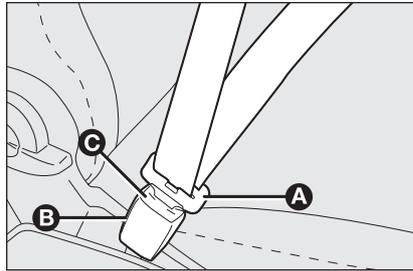

fig. 1
Per allacciare le cinture, impugnare la linguetta di aggancio **A**-fig. 1 ed inserirla nella sede della fibbia **B**, fino a percepire lo scatto di blocco.
Per slacciare le cinture, premere il pulsante **C**-fig. 1. Accompagnare la cintura durante il riavvolgimento, per evitare che si attorcigli.
*Non premere il pulsante C-fig. 1 durante la marcia.*